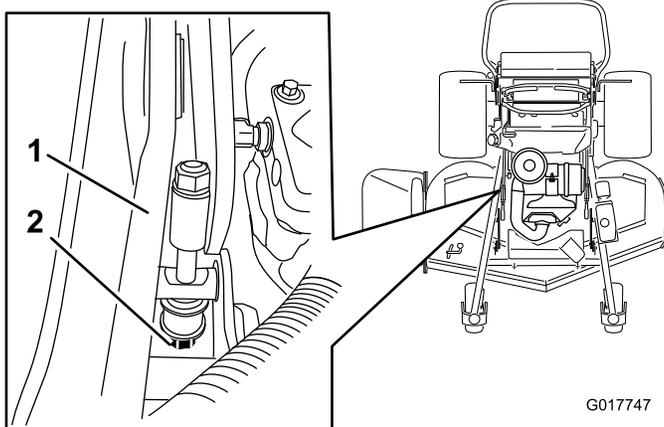

Figure 97
5. Si ce n'est pas le cas, localisez la tige de réglage de hauteur de coupe sur le côté droit de la machine (Figure 97).
6. Ajustez le boulon de réglage jusqu'à obtenir 7,6 cm (3' po) à la pointe des lames (Figure 97).